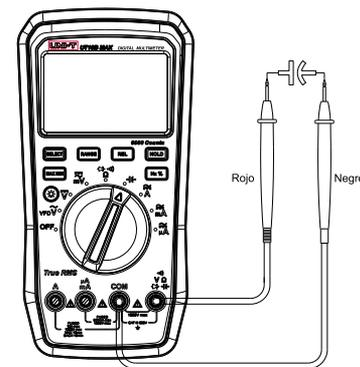

Figura 6
5. Medición de capacitancia (Figura 6)